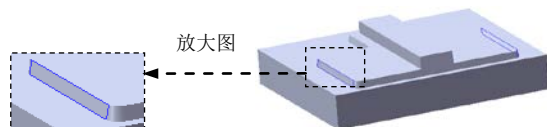

图 16.6.9 拔模 1
Step5. 创建图 16.6.9 所示的零件特征——拔模 1。
(1) 选择命令。选择下拉菜单 **插入(I)** → **特征(F)** → **拔模(B)...** 命令（或单击“特征(F)”工具栏中的  按钮）。